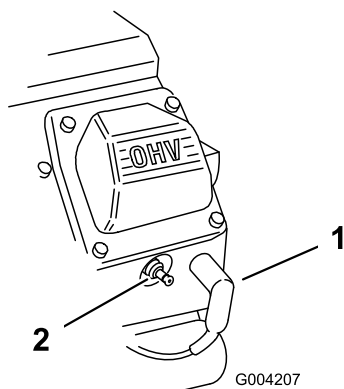

Figure 155
- Branchez les fils des bougies (Figure 155).